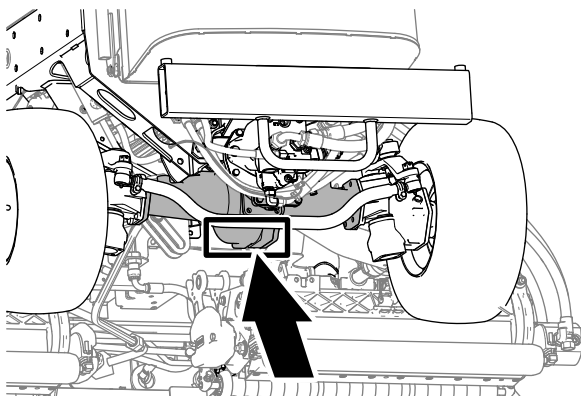

Рисунок 100
- Задняя часть машины — в центре моста (Рисунок 100)